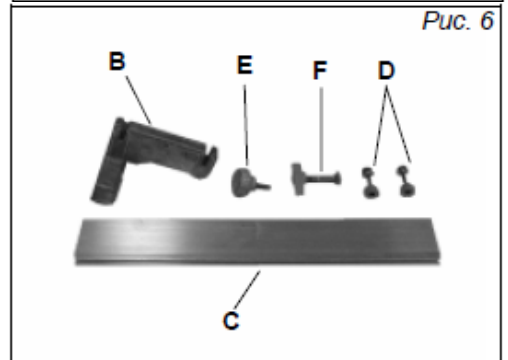

Рис. 6
Параллельный упор может использоваться на данном станке по обеим сторонам от пильного полотна путем крепления собственно параллельного упора (С) из прессованного профиля на соответствующей стороне литого кронштейна (В) параллельного упора, рис. 6.
Для сборки параллельного упора взять литой кронштейн (В) параллельного упора, рис. 6, и закрепить его на столе болтом М8х50 с квадратным подголовником и пластмассовым барашком (F).